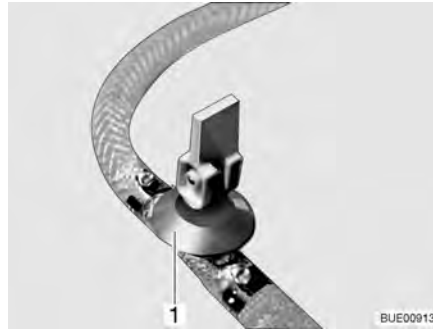
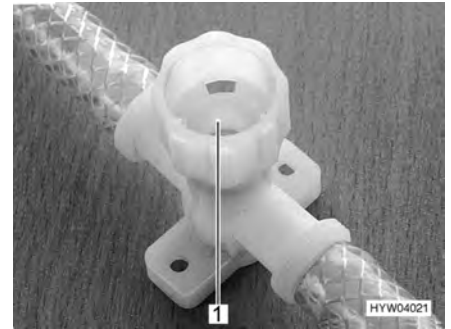

Bild 159 Avtappningskran (med vipparm)
Bild 160 Avtappningskran (med vrid)
- Stäng alla utloppsventiler. Ställ för detta avtappningskranens vipparm (Bild 159,1) vågrätt eller vrid avtappningskranens kran (Bild 160,1) medurs.